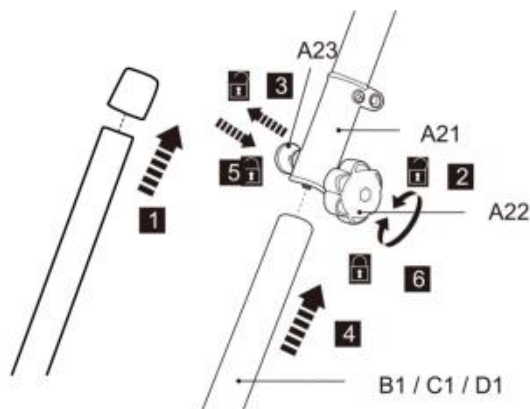

Fig. 3
2. Zdjąć z dolnego słupka (B1/C1/D1) wstępnie zamocowaną nasadkę ochronną (rys. 3 , krok 1).
3. Odkręć pokrętło blokujące (A 22) , ale nie wyjmuj go całkowicie (rys. 3 , krok 2).
4. Wyrównaj i włóż dolny biegun (B 1/C 1/D 1) do tulei blokującej (A 21), naciągając jednocześnie sprężynę śrubą (A 23) (rys.3 , krok 3 i 4).
5. Lekko przekręć dolny drążek, aby wyrównać otwór ze sprężyną śrubą (A23) . Puść sprężynę następnie przykręć śrubę, aby zabezpieczyć dolny słupek w pozycji. Upewnij się, że sprężyna śrubą zatrzaskuje się w otworze (rys.3 , krok 5).
6. Dokręć pokrętło blokujące (A 22), aby zabezpieczyć połączenie (rys. 3 , krok 6).